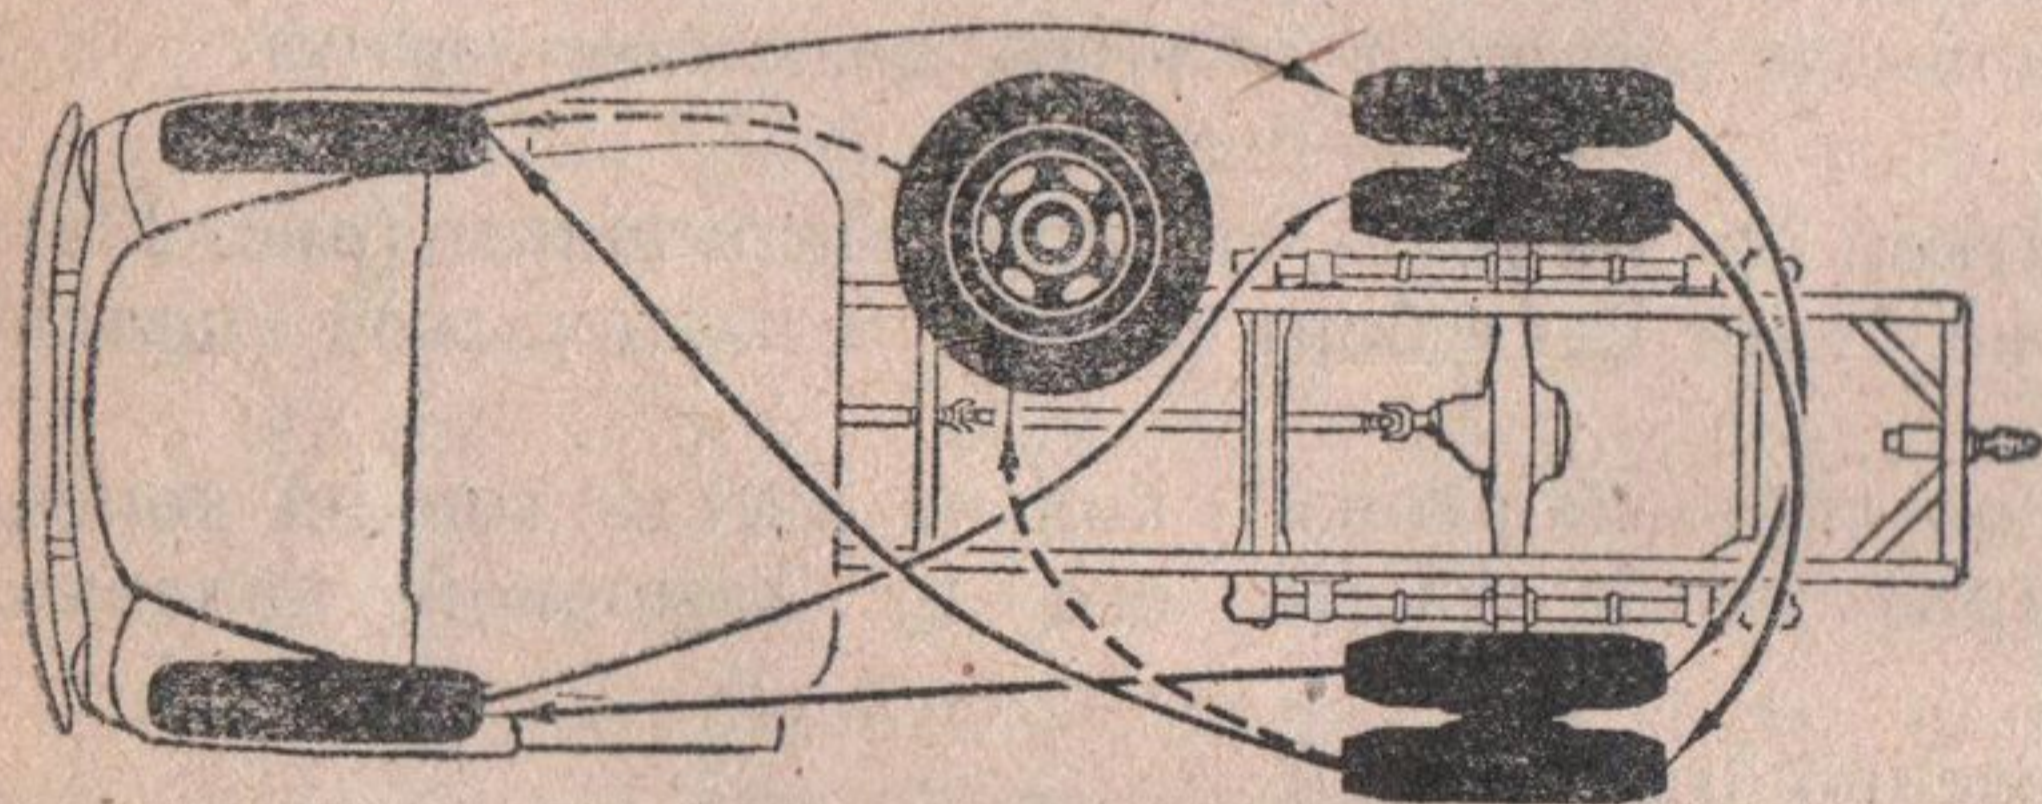

Рис. 25. Порядок перестановки шин
**По мере необходимости,** определяемой техническим руководителем хозяйства, произвести перестановку шин вместе с колесами в последовательности, показанной на рис. 25. Запасная шина участвует в перестановках в случае одинакового ее износа с остальными шинами автомобиля.